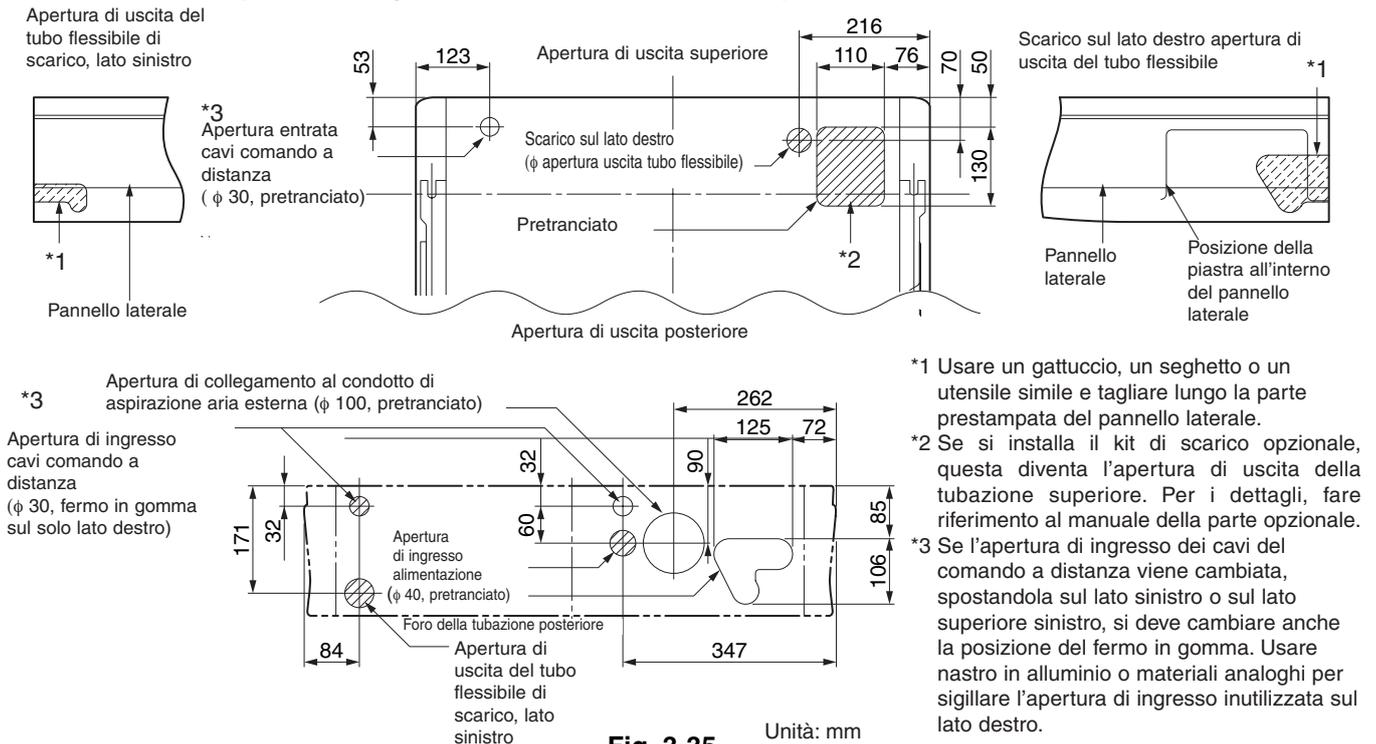

Fig. 3-35
- Quando si fa passare la tubazione in uscita attraverso il lato superiore o quello destro, si devono rimuovere le parti pretranciate del pannello superiore e aprire le tacche del pannello laterale come mostrato nella fig. 3-35.